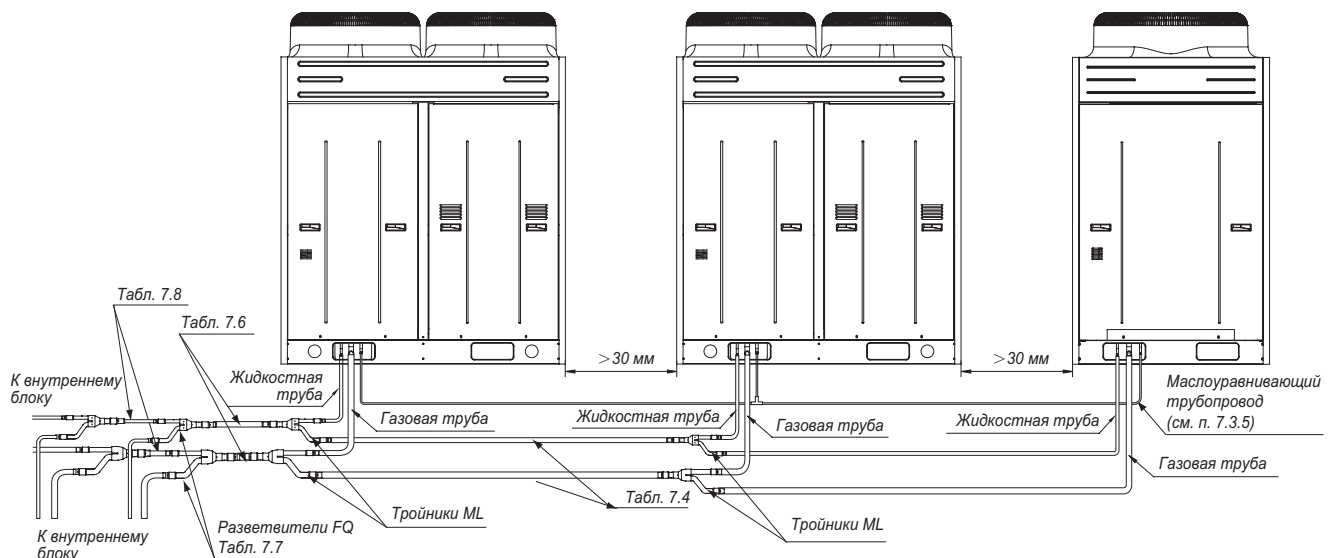

Рис. 7.2.
7.3.1. В системе GREE GMV 5 для соединения наружных блоков в один модуль применяются тройники типа ML, а для подключения внутренних блоков – разветвители (рефнеты) типа FQ (рис. 7.2.).